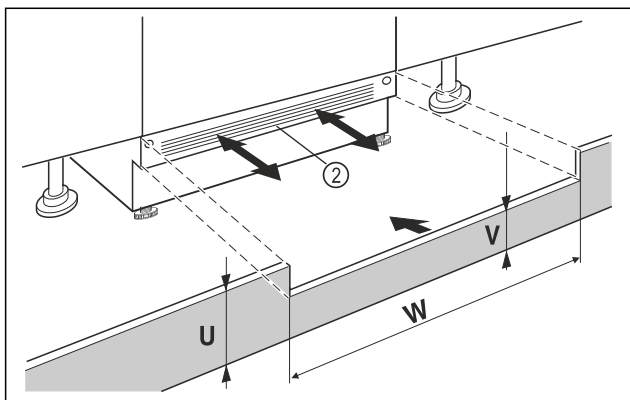

Fig. 11 Vejledende illustration
- Påsæt enhedens sokkelpanel Fig. 11 (2), men uden at fastgøre den.
- Ved synligt sokkelpanel Fig. 11 (2) skal det trækkes så langt frem som muligt, så forkanten af ventilationsgitteret og møbelsokkelpanelet danner ét plan.
- Ved skjult sokkelpanel Fig. 11 (2) skal det skubbes helt tilbage.
- Se til, at ventilationsslidserne er helt frie: Ved behov kan man tilskære møbelsokkelpanelet Fig. 11 (U) i højden!
- Langs nichebredden Fig. 11 (W) tilpasser man stanghøjden Fig. 11 (V) under enhedssokkelpanelet Fig. 11 (2).